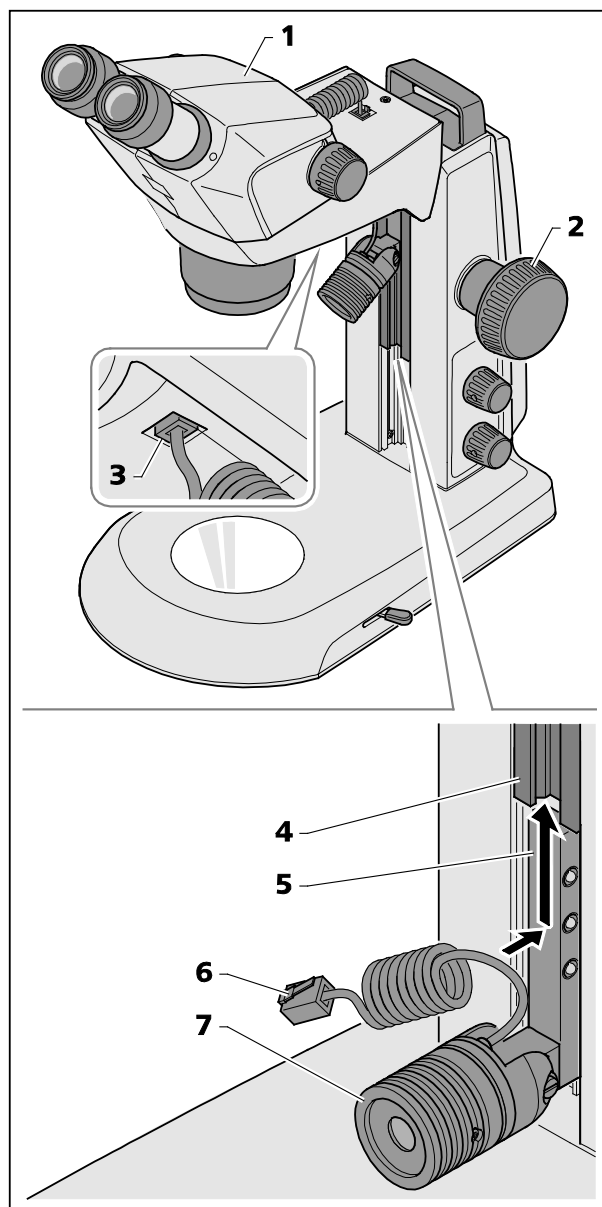

Fig. 12 Montar el iluminador Spot
- Desplazar el cuerpo de microscopio (Fig. 12/1) mediante el botón de enfoque (Fig. 12/2) a la posición superior.
- Introducir el iluminador Spot (Fig. 12/7) con el elemento de sujeción (Fig. 12/5) desde abajo en la guía (Fig. 12/4) del estativo y empujarlo hacia arriba hasta la posición deseada.
- Enchufar el cable de conexión (Fig. 12/6) del iluminador Spot en la hembrilla inferior del soporte Stemi (Fig. 12/3).